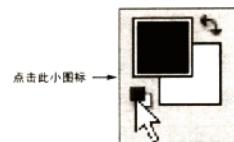

图 1-20
**2** 在工具箱中选取“画笔工具”后，再点击工具箱里的“默认前景色和背景色”图标，使其前景色变为黑色，背景色变为白色（图 1-20）。